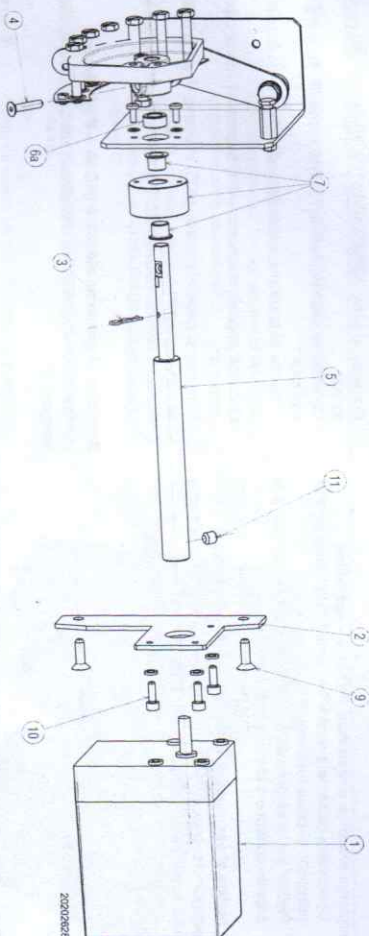

Fig. 2
- Montar el nuevo árbol 5)(Fig. 2) en la leva a través de la junta 7);